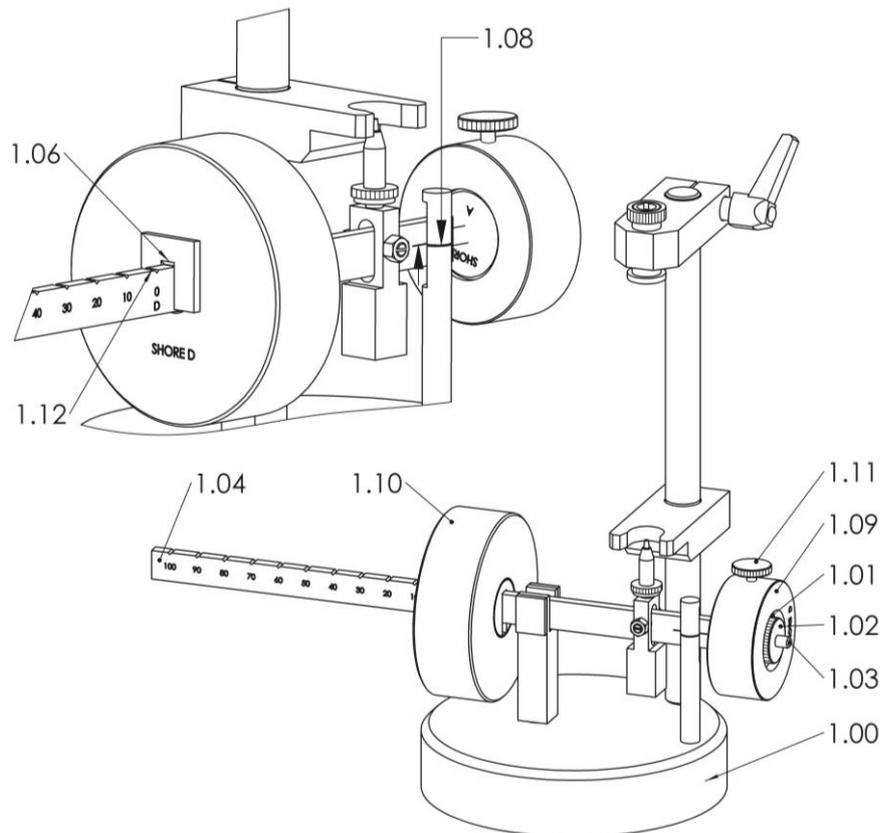

РИС. 2 УСТАНОВКА ДИАПАЗОНОВ ИЗМЕРЕНИЙ ПО ШОРУ D, C, D0
- Закрутите противовес по Shore D (1.09, Рис.2) на противовесе Shore A (1.01, Рис.2).
- Затяните гайку с накаткой (1.11, Рис.2).
- Переместите подвижный груз D (1.10, Рис.2) на ноль, позиция "D" (1.12, Рис.2).
- ⚠ Упорная пластина (1.06, Рис.2) подвижного груза (1.10, Рис.2) должна быть со свободной стороны балансирующего плеча (1.04, Рис.2).
- Поворачивайте противовес (1.09, Рис.2) пока отметки (1.08, Рис.2) не совпадут.